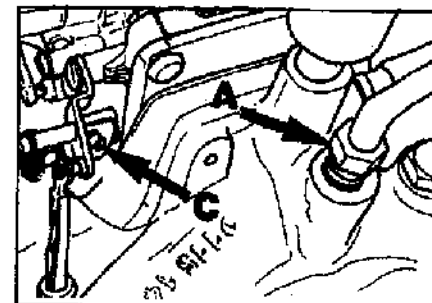

Рис.2 Винт регулировки холостого хода (А).
- Если значение не соответствует заданному, то регулировку необходимо провести с помощью винта (А) на впускном коллекторе (Рис.2).